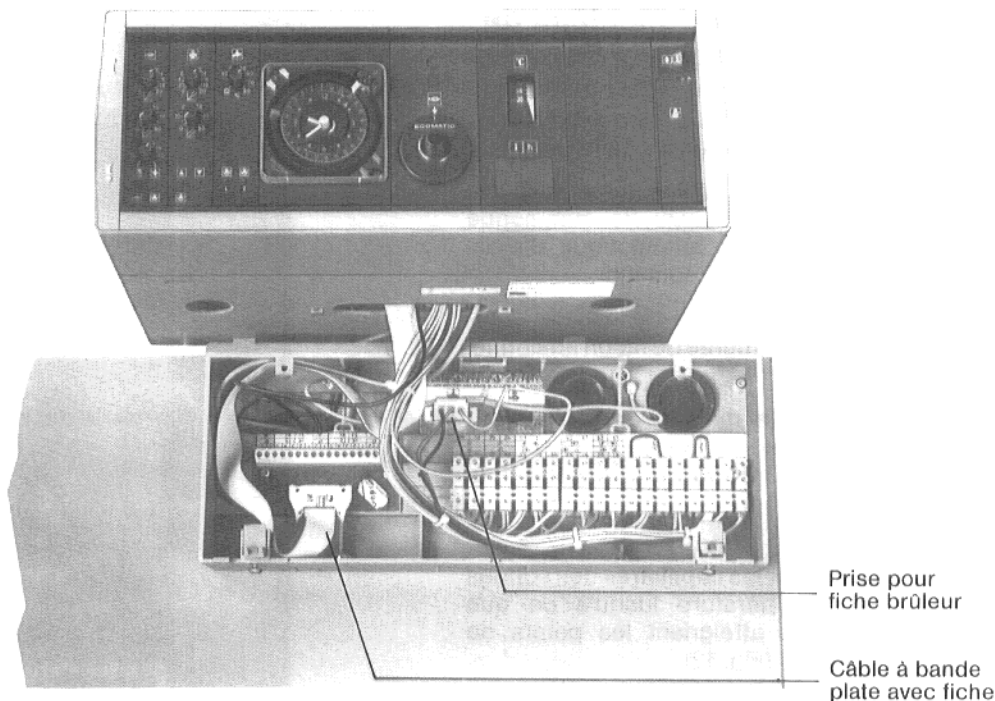

Fig. 14 – Illustration de principe
7. Emboîter les connecteurs à fiches du tableau de commande aux fiches du socle du tableau de commande suivant le repérage et bloquer toutes les vis (Fig. 14).
Emboîter le **câble à bande plate** dans la fiche (Fig. 14).